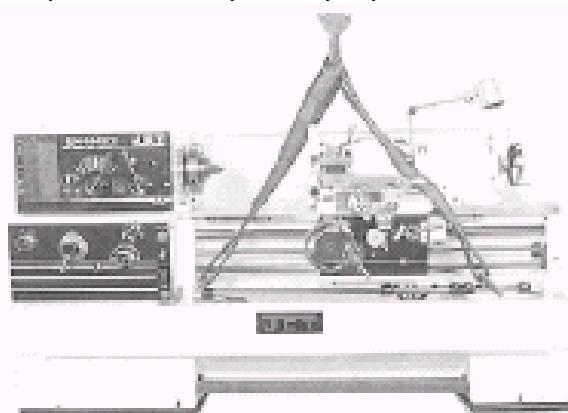

Рис.3
Вставьте 2 достаточно толстых стальных прут-ка в 2 отверстия станины станка (A, Рис.3).
Рис.3а
**ВНИМАНИЕ:** В транспортном положении продольный суппорт станка зафиксирован винтом! При подготовке станка к работе необходимо отвернуть фиксирующий винт (Рис.3а), во избежание повреждения шестерен.